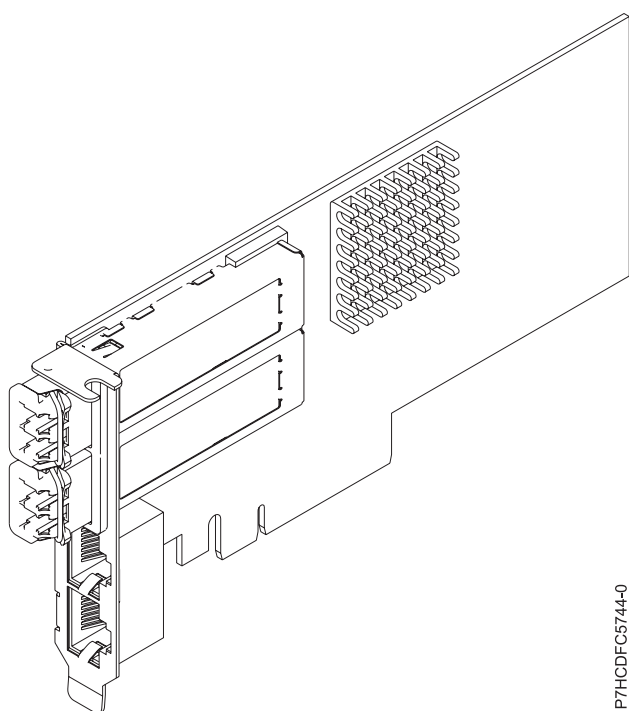

Figura 35. Adaptador UTP PCIe2 2x10GbE SR 2x1GbE
L'adaptador UTP PCIe2 2x10GbE SR 2x1GbE és un adaptador de cables unificat Ethernet PCI Express de 4 ports i de la 2a generació amb una interfície de bus d'amfitrió PCI Express 2.0. L'adaptador s'ha optimitzat per a dur a terme tasques de informàtiques de núvol, de virtualització, d'emmagatzematge i altres aplicacions del centre de dades. L'adaptador de quatre ports proporciona dos ports Ethernet de 10 Gb i dos ports Ethernet d'1 Gb. Els dos ports transceptors de coure de 10 Gb SFP+ (Small Form-Factor Pluggable - connectable de format petit) amb arrel única (SR) es fan servir per oferir connectivitat amb altres servidors o commutadors de la xarxa. Cada port SFP+ (SR) proporciona connectivitat Ethernet a una velocitat de dades nominal de 10 Gbps (gigabits per segon) i utilitza els cables twinaxials SFP+ de coure de fins a 5 metres (16,4 peus) de llarg. Cada port RJ45 proporciona connectivitat Ethernet a una velocitat de dades d'1 Gbps. L'agregació d'enllaços i els dispositius de migració després d'un error de l'adaptador són ideals per a aplicacions de xarxa de gravetat que requereixen redundància i alta disponibilitat. La Figura 35 mostra l'adaptador FC 5745.